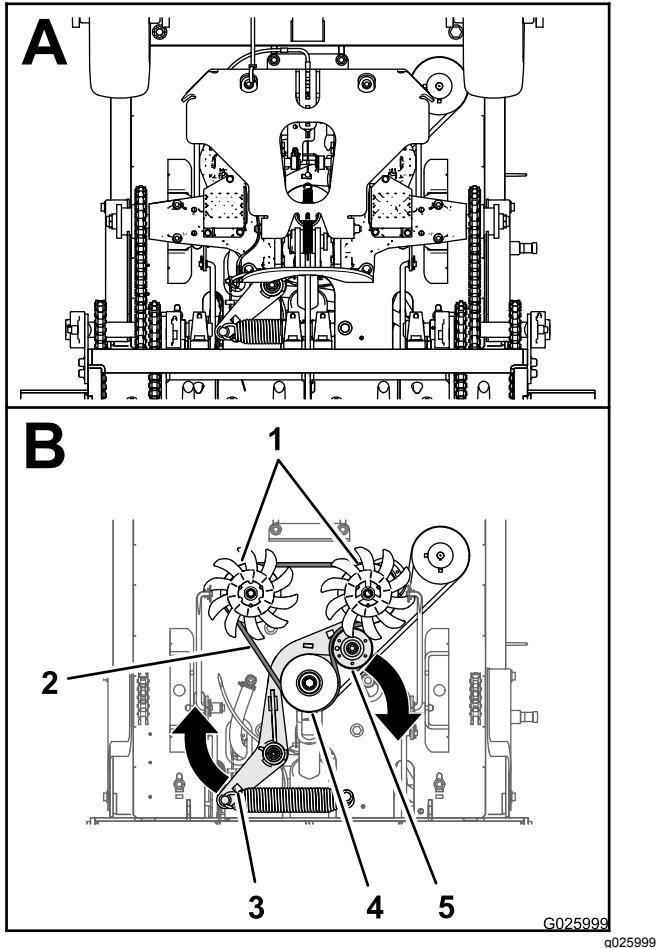

Figure 58
2. Insérez une barre de levier dans le trou du support de tension de la courroie et déplacez le support vers l'extérieur et l'avant (Figure 58).
3. Déchaussez la courroie d'entraînement de transmission des poulies du moteur, de tension et de transmission (Figure 58).
4. Acheminez la nouvelle courroie d'entraînement de transmission autour des poulies du moteur, de tension et de transmission comme montré à la Figure 58.
5. Relâchez le support de tension de la courroie pour permettre au ressort de tendre la courroie (Figure 58).